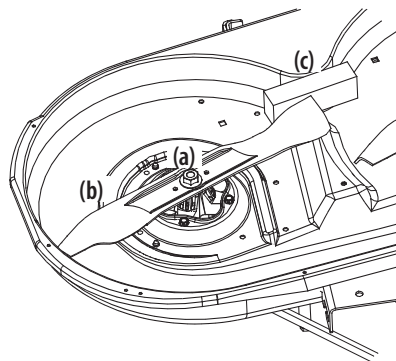

Figura 49
2. Use una llave de 15/16" para sostener la tuerca hexagonal en la parte superior del conjunto del husillo cuando afloje la tuerca hexagonal (a) que fija la cuchilla (b). Se puede colocar un bloque de madera (c) entre el alojamiento de la plataforma y el borde de corte de la cuchilla (b) para ayudar a aflojar la tuerca hexagonal (a) que fija la cuchilla. Consulte la Figura 49.